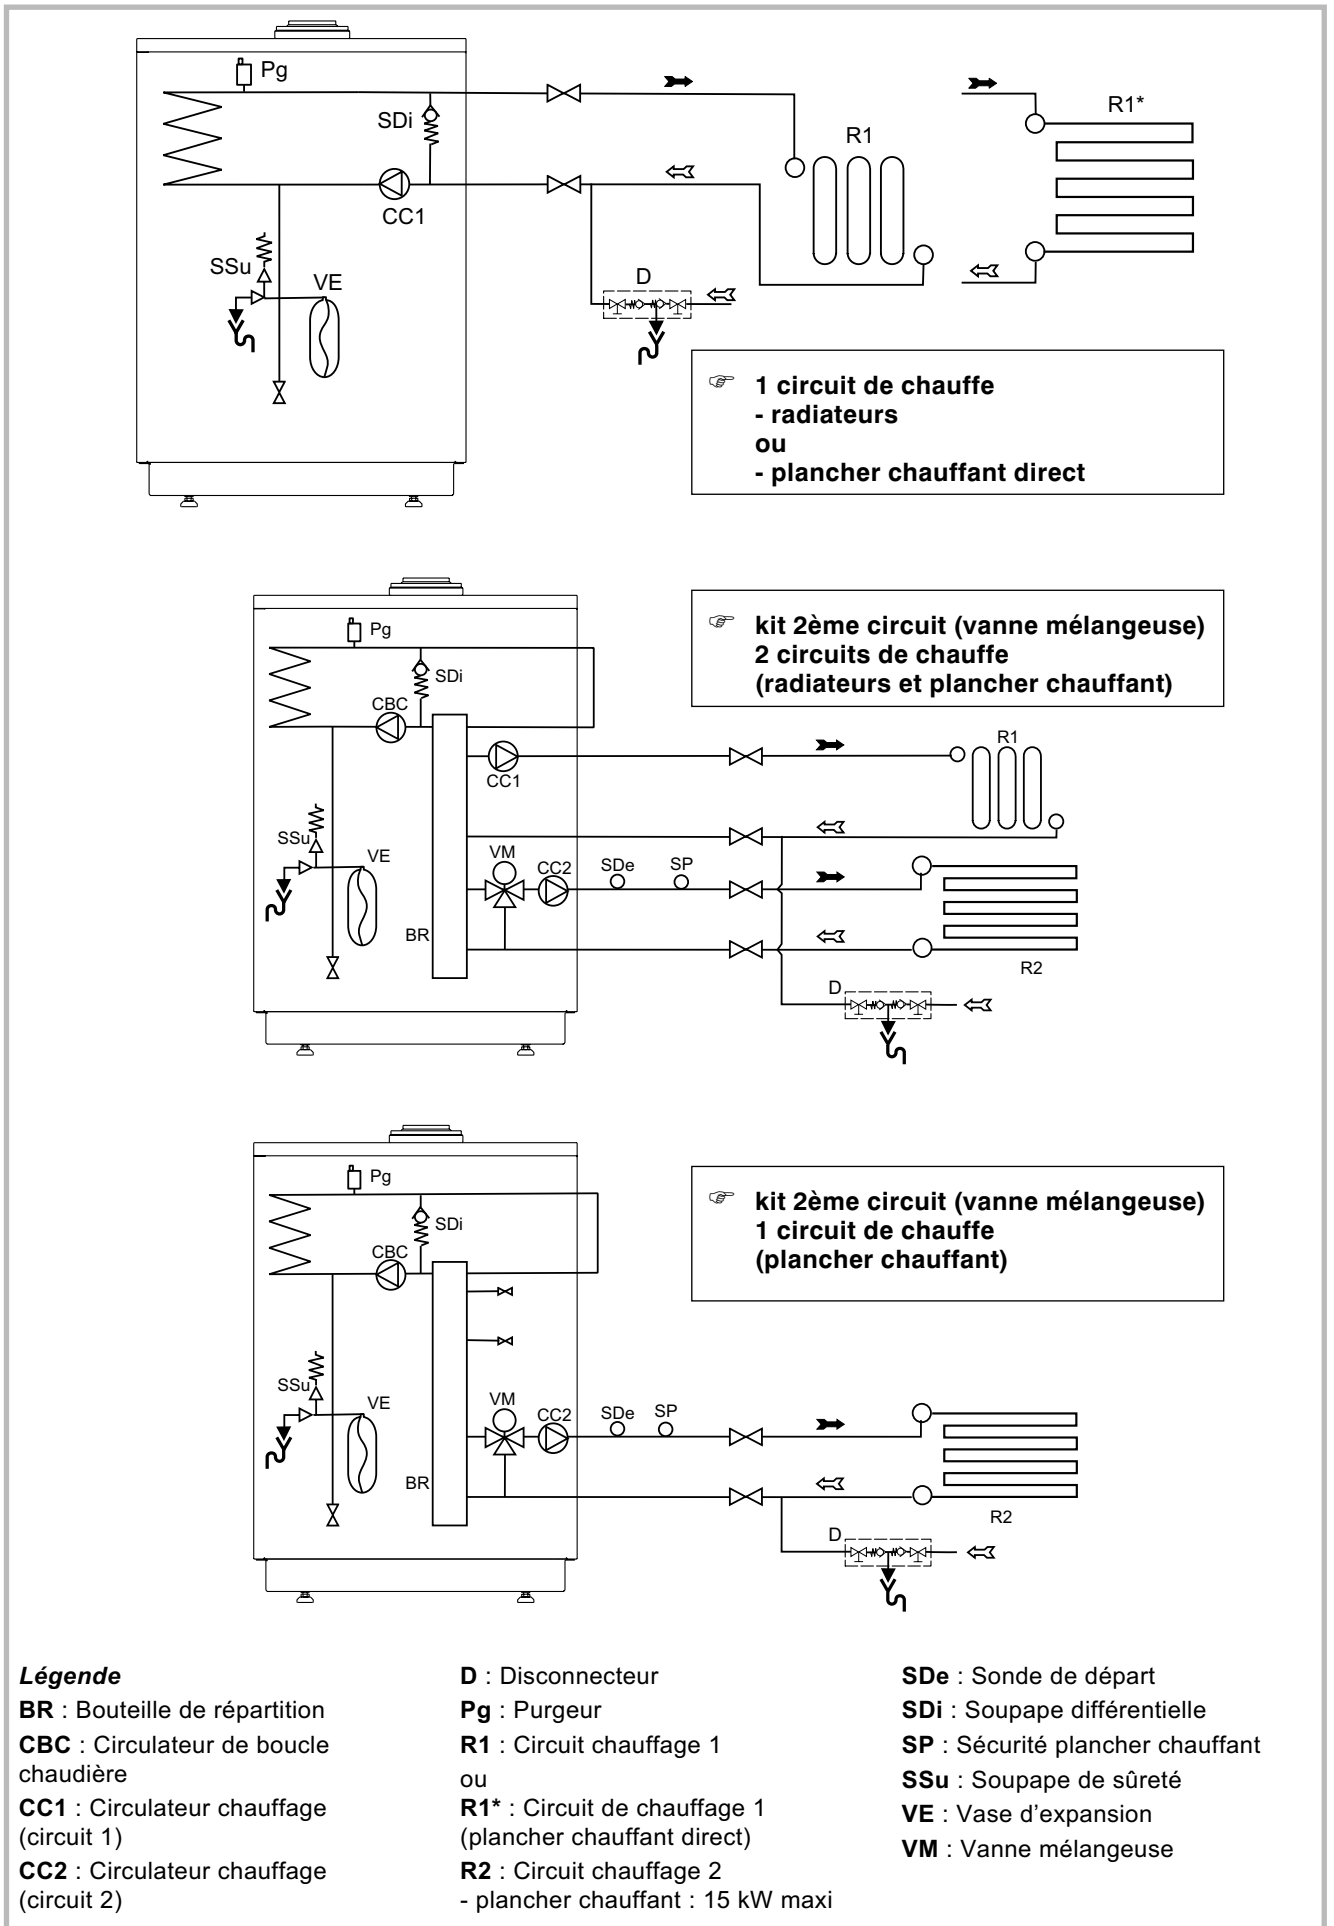

Figure 16 - Schéma hydraulique de principe
- Kit hydraulique 2ème circuit **Vanne 3 voies** (074 701) (voir figure 16)